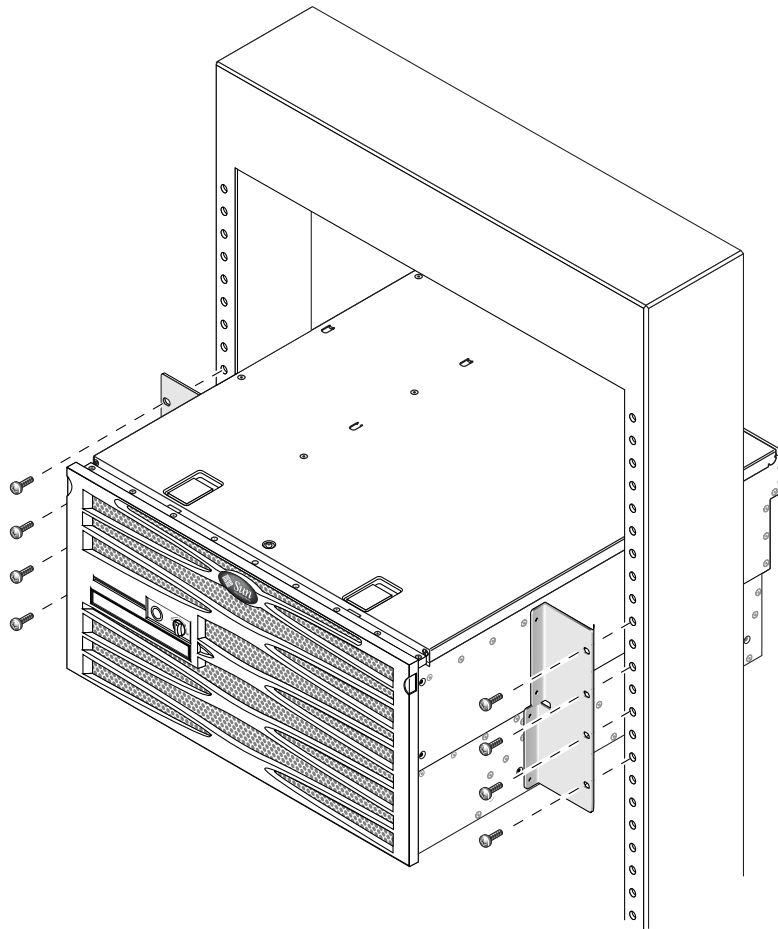

BILD 3-25 Skruva fast serverns framsida i racket
4. Använd fyra skruvar per sida och skruva fast den främre delen av de fasta skenorna som sitter på serverns sidor på rackets framsida (BILD 3-25). Skruvarnas storlek varierar beroende på rack.